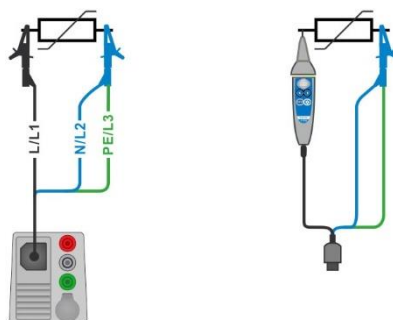

Abbildung 7.19: Anschluss des 3-Leiter Prüfadapters und der Commander-Prüfspitze (Bereich: 1000 V)
- › Schließen Sie die Prüflleitungen am Prüfling an (siehe **Abbildung 7.19** und **Abbildung 7.**).